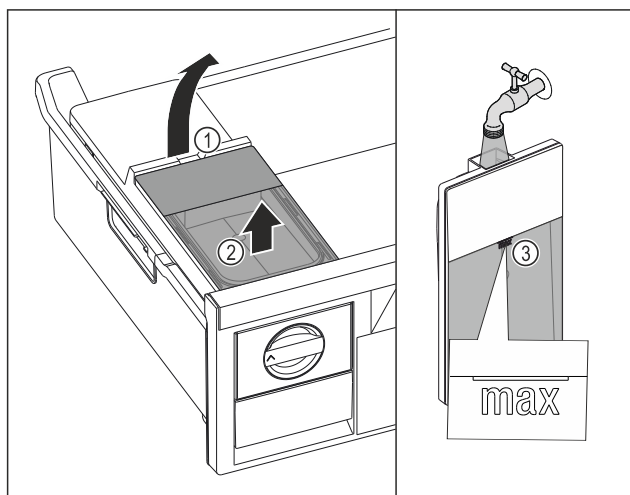

Fig. 98
- Podignite spremnik za vodu na otvoru Fig. 98 (1).
- Izvadite spremnik za vodu prema gore. Fig. 98 (2)
- Spremnik za vodu napunite pitkom vodom do oznake Fig. 98 (3).